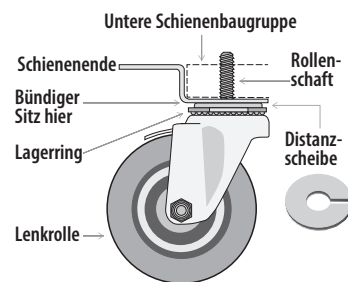

Abb. 7. Schemazeichnung einer Lenkrolle
3. Schrauben Sie die Lenkrollen in die Rahmenschiene oder den Geräteboden. Siehe Abb. 7 und 8.